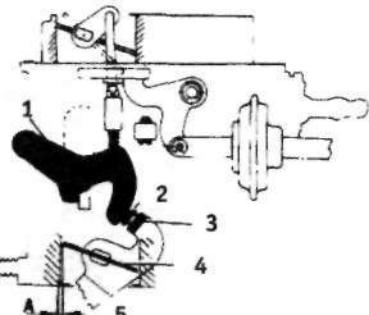

Рис.13.15. Регулирование положения дроссельной заслонки при быстрых холостых оборотах (карбюратор Weber 34 DMTR 54/250) (раздел 5):
16. Для того, чтобы отрегулировать положение дроссельной заслонки при быстрых холостых оборотах (см. рис.13.15), полностью закрыть воздушную заслонку с помощью приводного рычага. Воспользовавшись сверлом нужного размера проверить, чтобы расстояние "А" было равно 0,80-0,85 мм. По необходимости отрегулировать это расстояние с помощью винта.